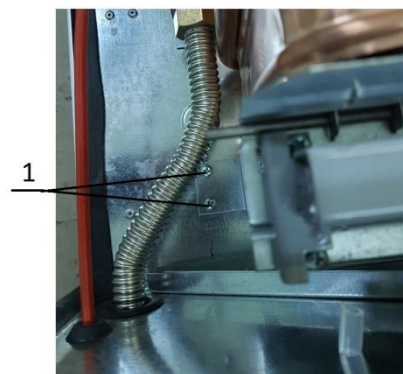

Рис. 15. Демонтаж горелки
- 4) отвернуть четыре самореза 1 (см. Рис. 15) крепления горелки к задней стенке аппарата (по два с каждой стороны) и снять горелку.